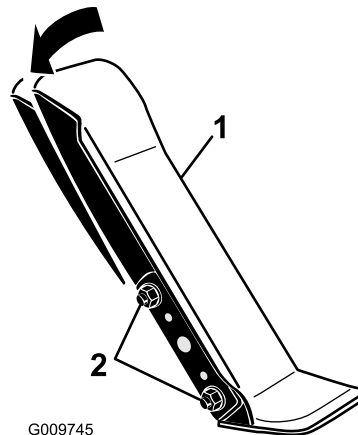

図 57
1. 走行ペダルの左側をブラケットに固定しているナットとボルト各2をゆるめる図 57。
2. 走行ペダルを希望の角度に調整し、ナットで固定する図 57。